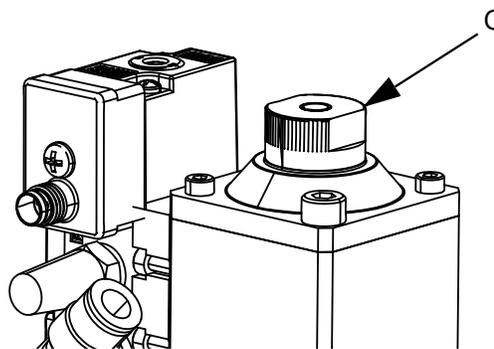
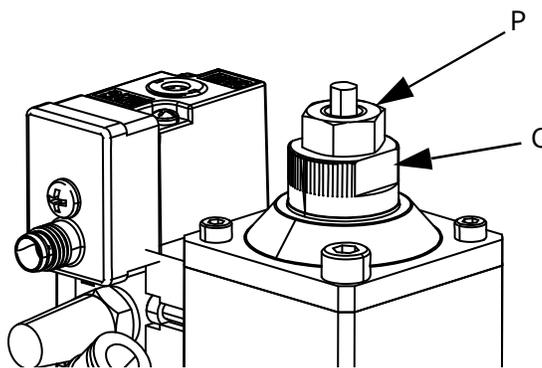

図 8
図 9
バルブの上部にある調整ナット (C) は、ディスペンスバルブが開かれる距離を調整できます。これにより、チップとシートを通じた材料の流れが制限されます。図 8。
- バルブが閉じられた状態で保持されるようになるまで、調整ナット (C) を時計回りに回転します。図 8。スナップバックバルブについては、調整ナット (C) を反時計回りに回転して、バルブが開かれる距離を短縮します。図 9。
- 調整ナット (C) をゆっくりと開いてから、希望の流量に到達するまでエア圧力をサイクルさせます。
- バルブにスナップバックチップがある場合、ロックナット (P) を締めて、調整ナット (C) を所定の位置に保持します。図 9。